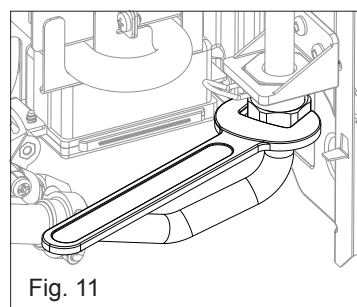

Fig. 11
- Allentare il raccordo indicato in fig. 11